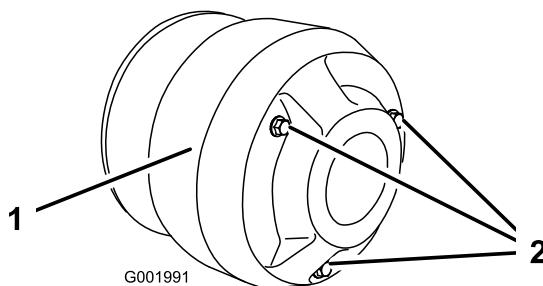

Figura 54
4. Togliete i tre bulloni che fissano il carter della frizione e togliete il carter (Figura 54).